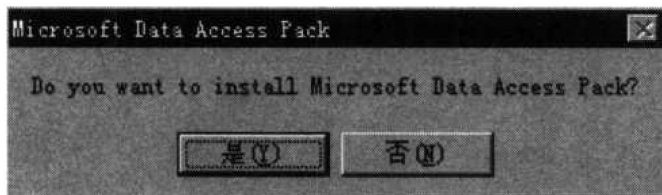

图 1-7 是否装入微软数据访问包
(8) 出现是否装入微软数据访问包询问信息的对话框, 如图 1-7 所示, 选“是”, 便开始安装 ODBC。依次出现如下画面: Microsoft Data Pack 的安装准备、版权信息、安装的设置工作等。选“continue”进入下一步。